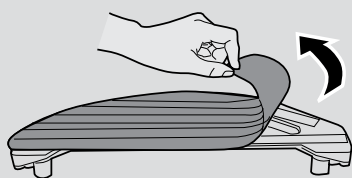

Fig. 13
1. Rimuovere il panno posto sulla parte inferiore del serbatoio dell'acqua. [Fig. 13]